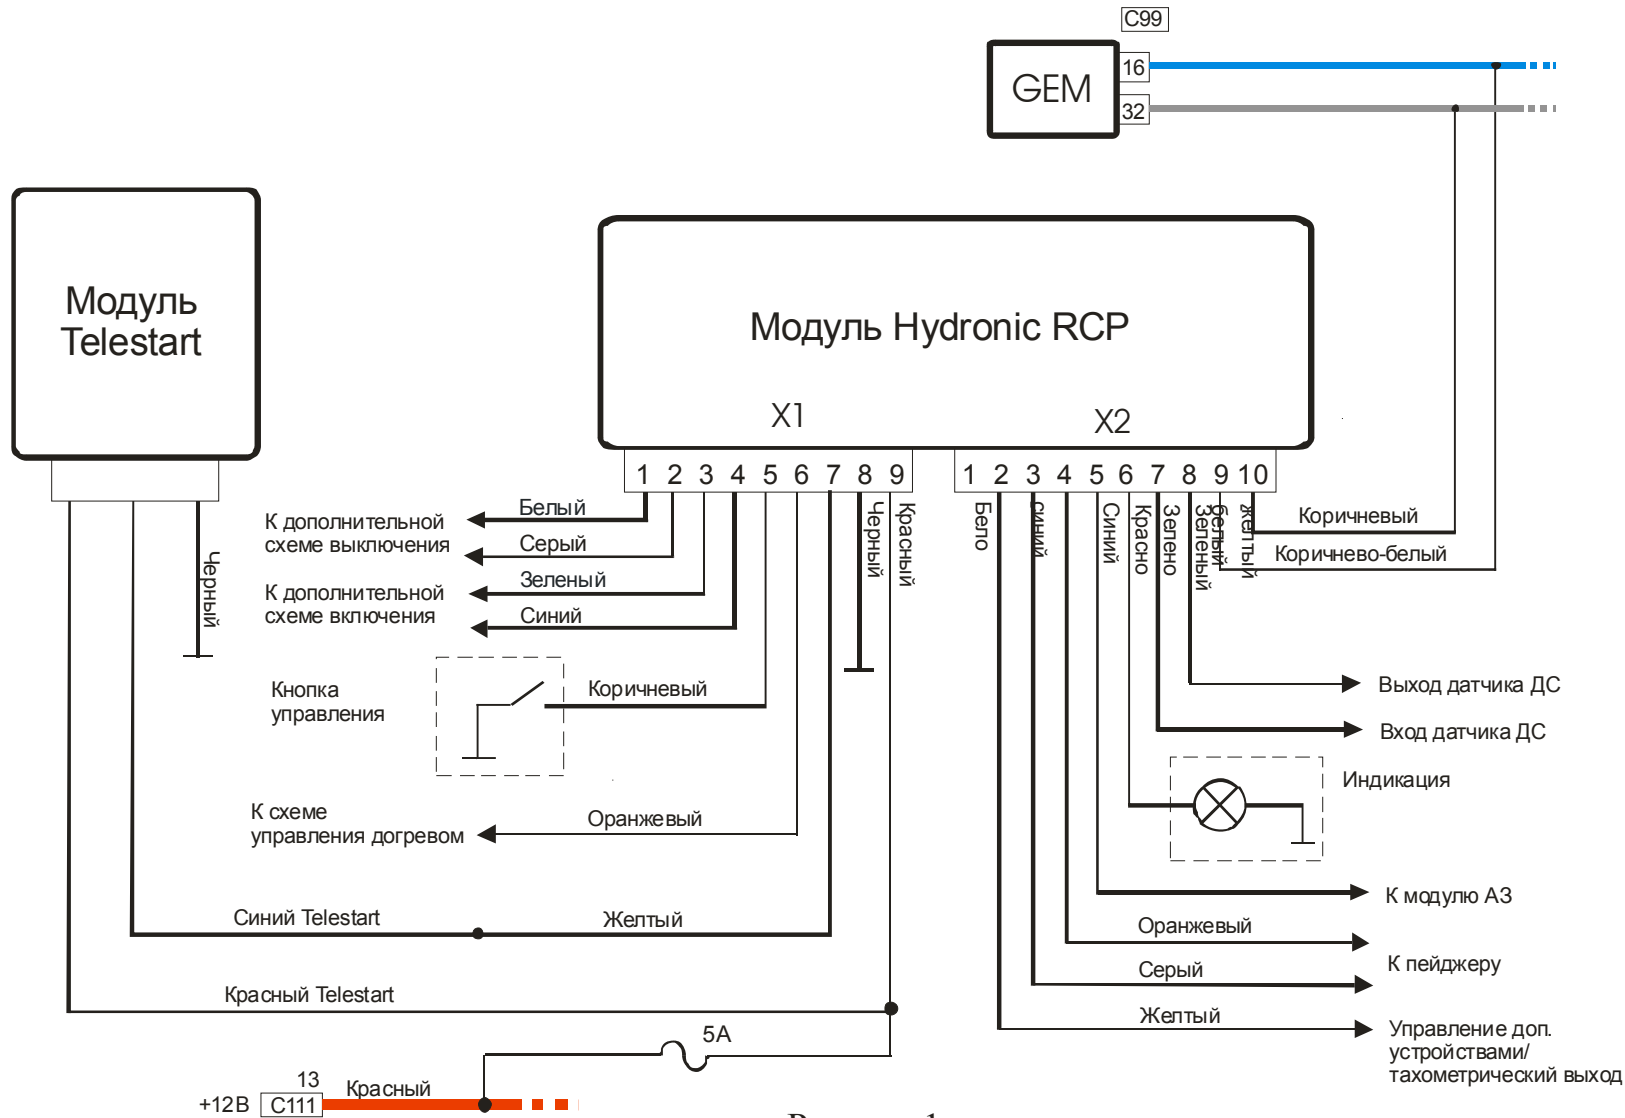

Рисунок 1
- **Общая схема подключения модуля (рис.1, стр. 2)**
- Соединить модуль RCP и блок Tetestart согласно схеме на рис.1